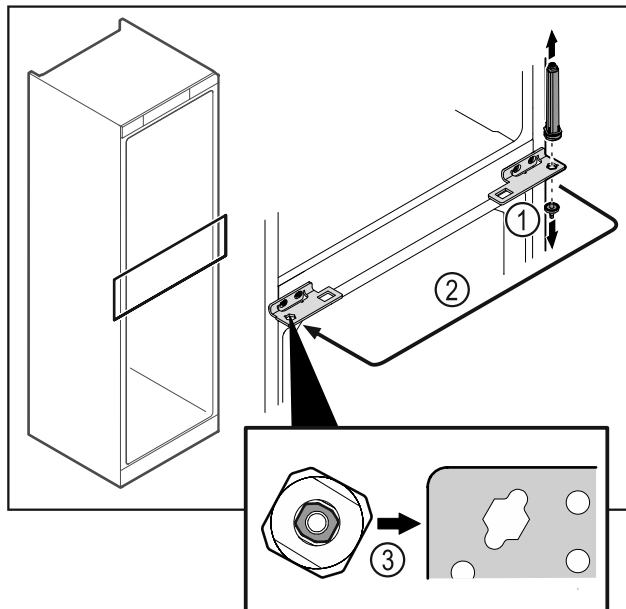

Fig. 49
- ▶ Kruvige šarniiripolt Fig. 49 (1) maha.
- ▶ Paigutage ukselukustussüsteem Fig. 49 (2) ümber.
- ▶ Pöörake sissepanemisel tähelepanu ukselukustussüsteemi Fig. 49 (3) korrektsele väljajoondusele.